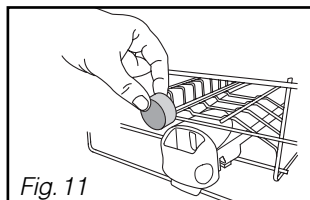
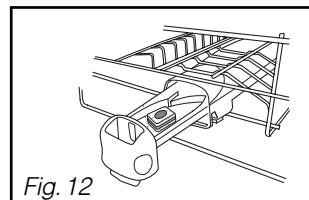

Fig. 11
Fig. 12
non multifonction dans le compartiment extérieur (Fig 11)
ou pour un fonctionnement optimal, tirez le tiroir du distributeur et disposez la pastille. (Fig 12)
- **Disposez la pastille** dans le compartiment extérieur (Fig 11 page précédente), ou pour un résultat optimal, tirez le tiroir du distributeur et disposez la pastille à l'intérieur. (Fig 12 page précédente).